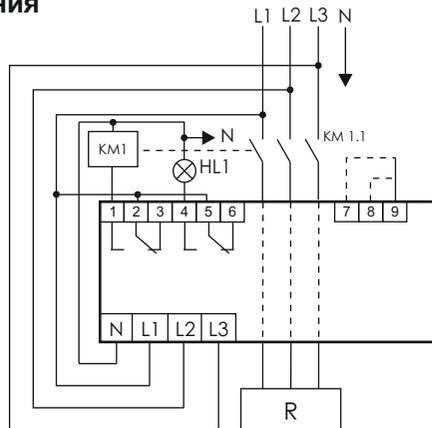

Рис.1 Схема включения с контактором и выходом для сигнализации о перегрузке по мощности.
2. К зажимам 1, 2 подключить контактор для включения нагрузки (см. схему Рис. 1). К зажимам 5, 6 при необходимости подключить сигнализацию о перегрузке.